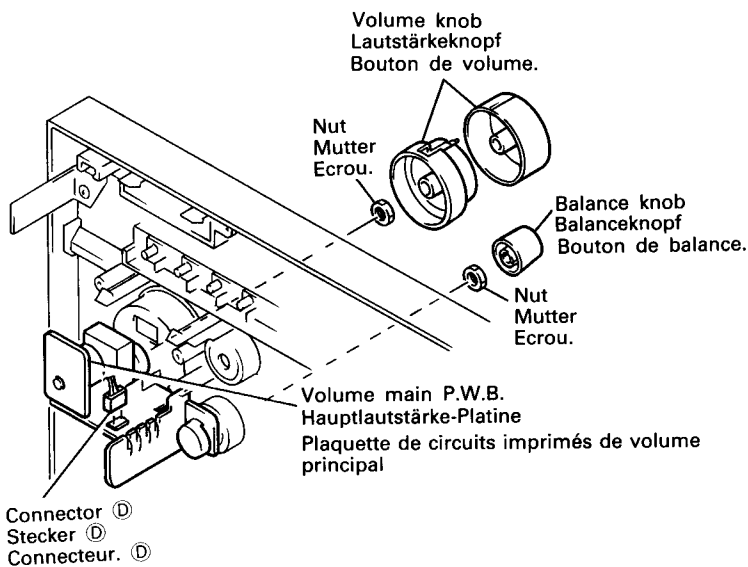

Fig. 13 Abb. 13
14. Potentiometer-Platine (Abb. 13)
14. Plaquette de circuits imprimés de volume (Fig. 13)